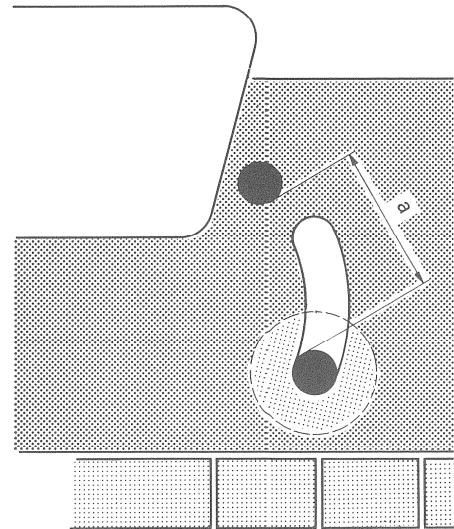

Fig. 4.1.-6
Die Gummi-Rolle muss vom Andruckarm entfernt werden. Den Andruckmagneten ⑥ von Hand betätigen. Zwischen Tonmotorachse und Andruckarmachse den Abstand  $a$  (Fig. 4.1.-6) messen. Der Abstand muss auf 15 mm (+0,4/-0 mm) eingestellt werden, mittels Distanzplättchen unter dem Andruckmagneten ⑥.